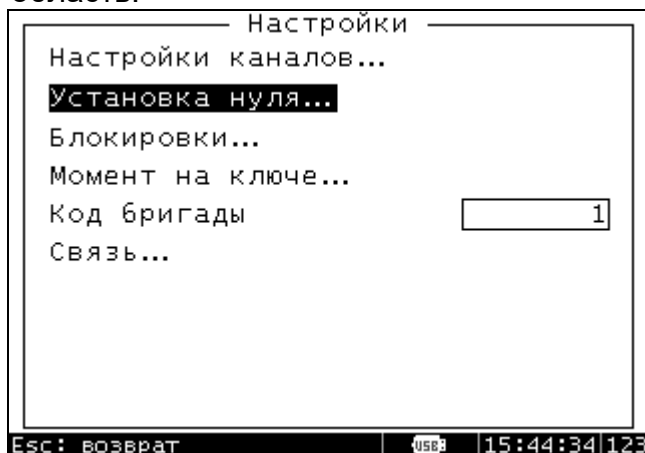

Рис. 8. Меню "Настройки...".
2.3.3.5.2 Меню "Настройки..." (рис. 8). Для доступа ко всем пунктам главного меню требуется ввести пин-код уровня Pin2 (уровень специалиста службы КиП). Во время эксплуатации в бригаде достаточно уровня доступа Pin1 (уровень бурового мастера).